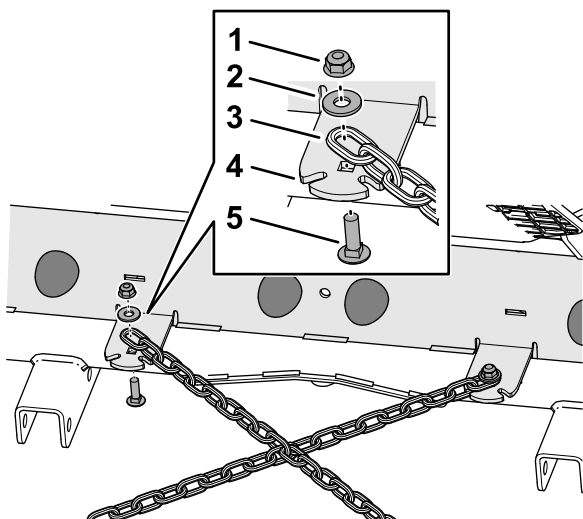

Figure 5
2. Placez le dernier maillon d'une courte chaîne d'attelage en face du trou dans la patte prévue pour la chaîne de la plaque du cadre arrière (Figure 5).
3. Fixez la chaîne sur la patte à l'aide d'un boulon de carrosserie (5/16 x 1 po), d'une rondelle ( $\frac{3}{8}$  x  $\frac{7}{8}$  po) et d'un contre-écrou à embase (5/16 po), comme montré à la Figure 5.